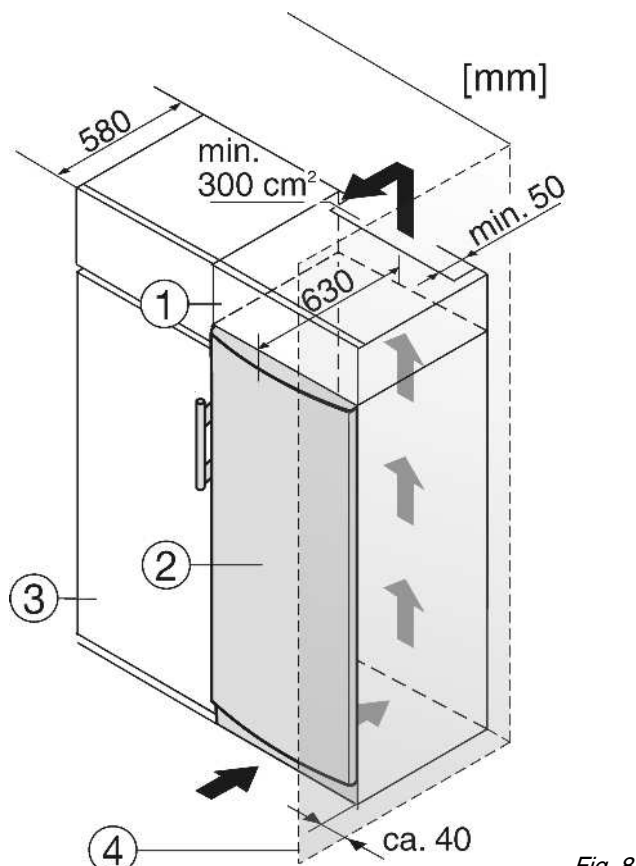

Fig. 8
- (1) Дополнительный шкафчик
(2) Устройство
(3) Кухонный шкаф
(4) Стенка
Устройство может быть окружено предметами кухонной обстановки. Чтобы уравнять устройство Fig. 8 (2) по высоте с кухонной стенкой, можно установить над устройством соответствующий дополнительный шкафчик Fig. 8 (1).
При комбинировании с обычными кухонными шкафами (глубина макс. 580 мм) устройство можно установить непосредственно рядом с кухонным шкафом Fig. 8 (3). Дверь устройства выступает по сторонам на 34 мм и по центру устройства на 50 мм относительно передней стенки кухонного шкафа. Поэтому ее можно свободно открывать и закрывать.
Если устройство установлено на шарнирах у стены Fig. 8 (4), то расстояние между устройством и стеной должно быть не менее 40 мм. Настолько выступает ручка при открытой дверце.